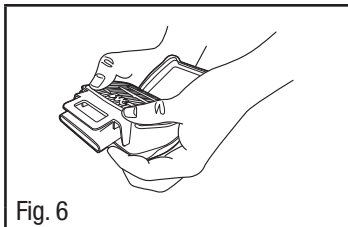

Fig. 6
2. Alinee la mitad más grande del retenedor con la parte posterior (lado plano) del cartucho. Con ambas manos, presione el retenedor sobre el cartucho. Asegúrese de presionar las cuatro esquinas del cartucho o filtro y del retenedor de filtro (Fig. 6). El retenedor de filtro tiene indicadores de puntos de contacto en cada esquina. Debería escuchar el retenedor ajustarse a presión en su lugar.